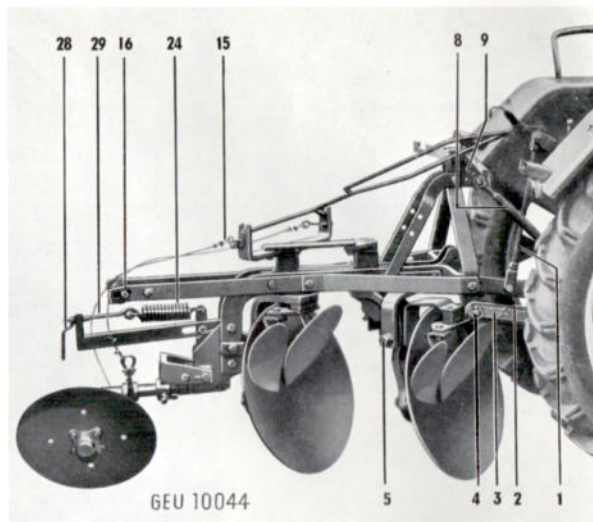

Bild 1b
#### Einstellen der Hubstangen (Bild 1b)
#### Stabilisierungstangen (Bild 1b)
#### Koppeln mit dem Schlepper (Bild 1b und 3)
(Bild 1b, 3, 4 und 5)
### Einstellung des Hinterrades (Bild 1b, 3 und 4)
Die Federspannung kann mittels der Kurbel 28 an der Osen-schraube 29 reguliert werden (Bild 1b).
1. Pflug dringt nicht genügend in den Boden ein (Bild 1b und 3)